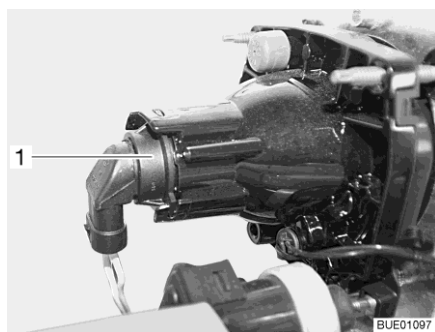

Bild 213 Halvljus/helljus/parkeringsljus
- Greppa tag bakom lamphållaren (Bild 213,1).